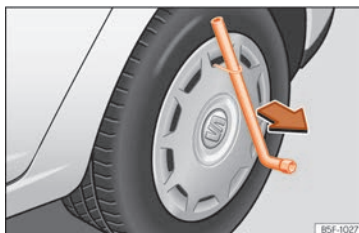

Abb. 33 Die Radvollblende vom Rad abnehmen.
- Schieben Sie den Radschlüssel durch den Drahtbügel, nutzen Sie den Reifen als Hebel und ziehen Sie die Radvollblende ab » **Abb. 33**.